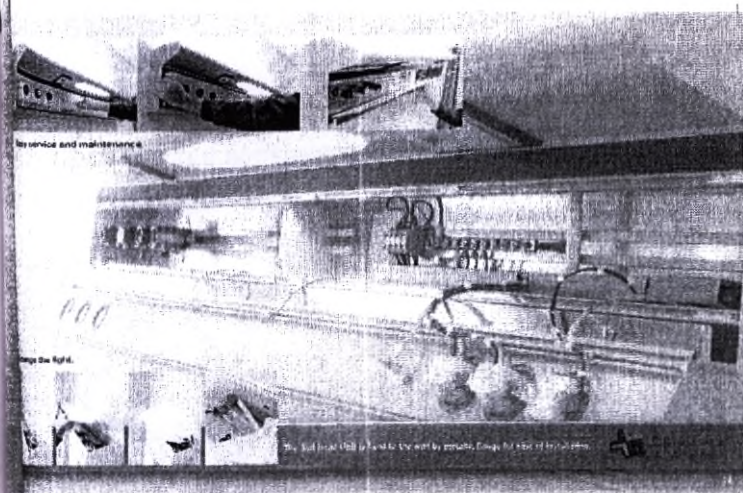

Рисунок 22.
28. Лампа дополнительная (не более 20 шт.). Для освещения, устанавливается в светильники как базовых моделей, так и любых других, а также в аксессуары OKI FLUO и OKI LED. (Рисунок 22).